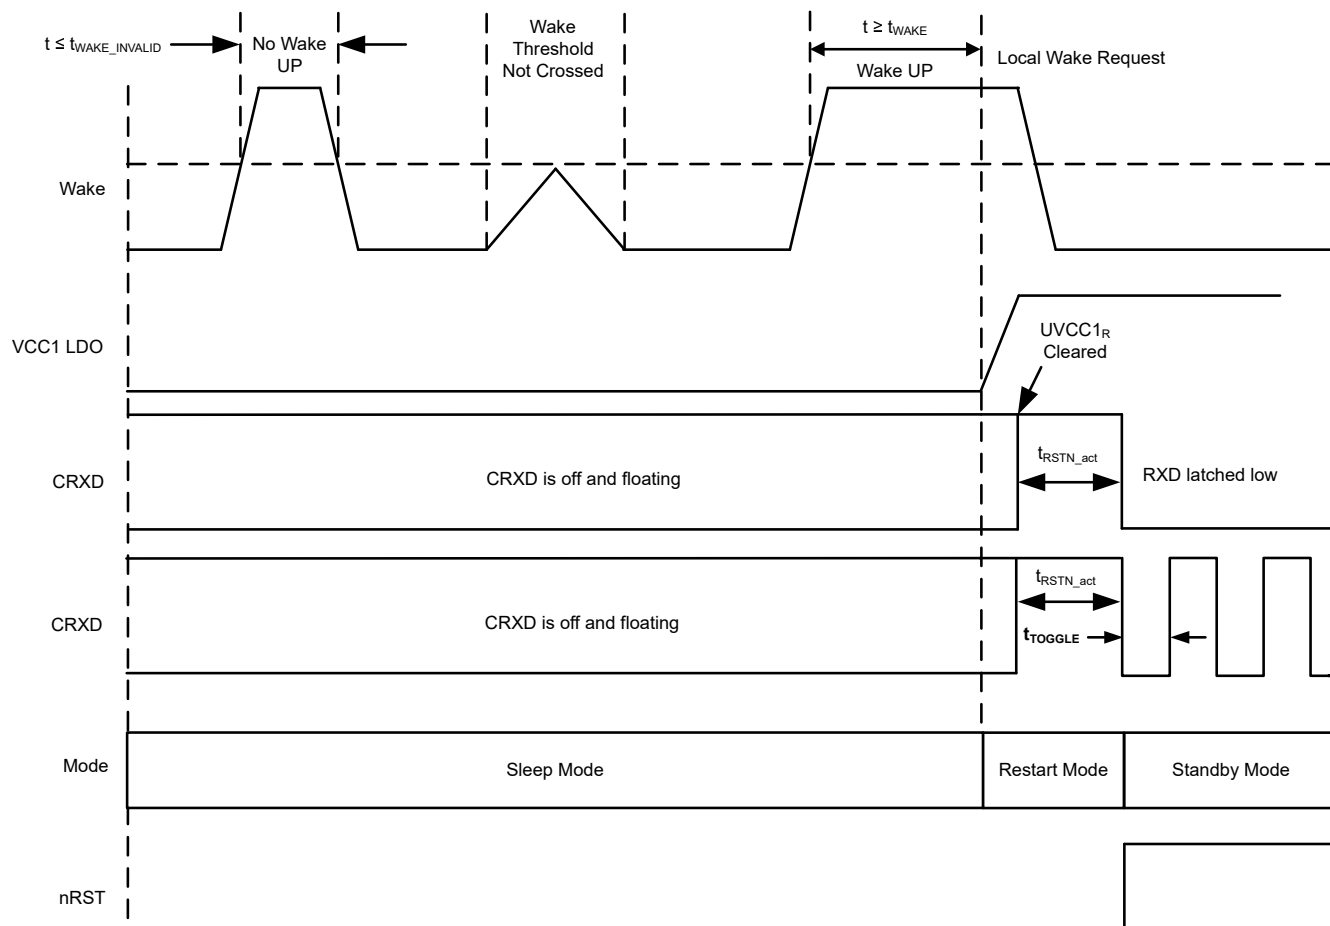
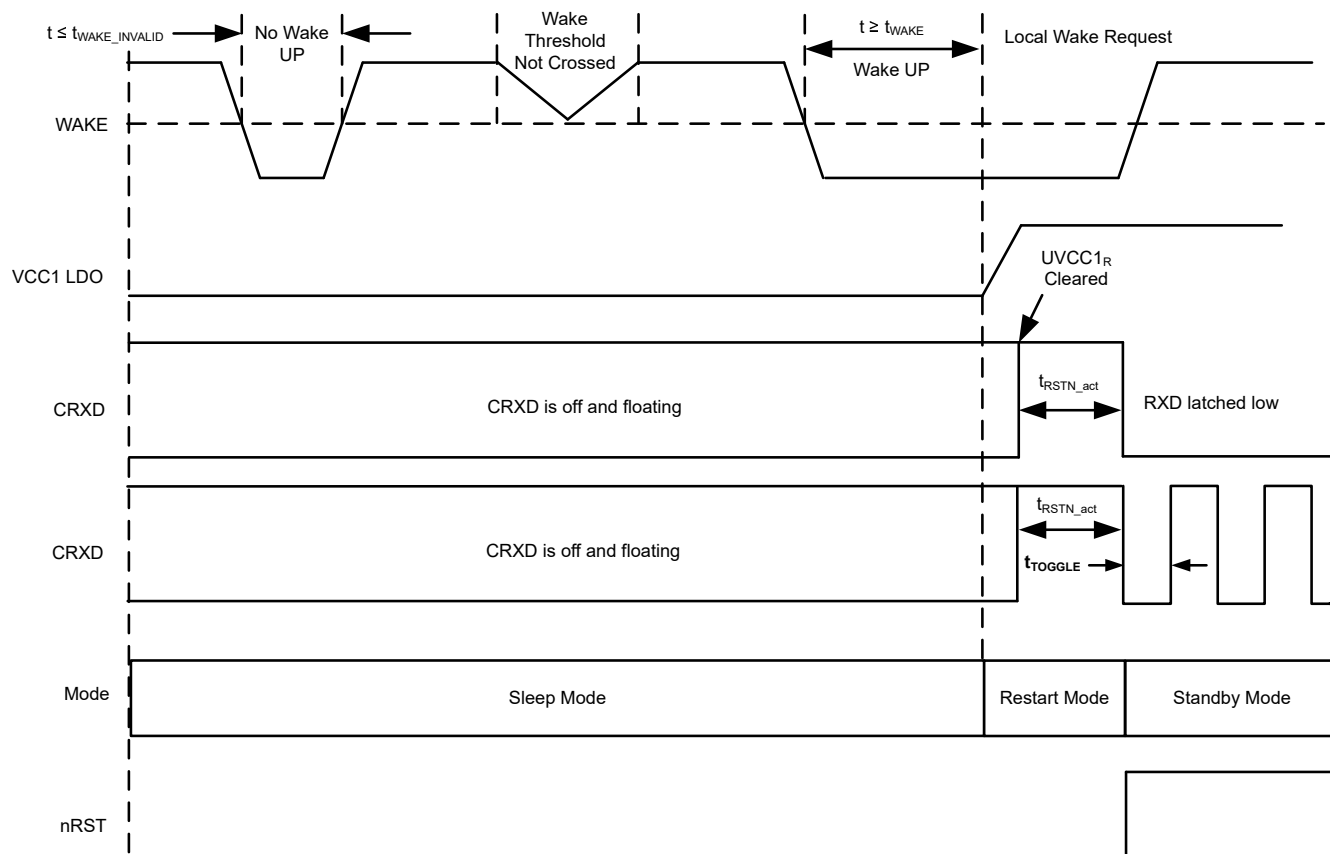

图 8-18. 本地唤醒 - 上升沿
图 8-19. 本地唤醒 - 下降沿
WAKEx 引脚默认为静态检测唤醒（WAKE_CONFIG2、WAKE_CONFIG4 和 WAKE_CONFIG5 寄存器中 WAKEx_SENSE 寄存器位的默认值）。WAKEx 引脚默认为双向输入，但可通过 WAKE_CONFIG 寄存器 8'h11[7:6] 配置为上升沿和下降沿转换，具体请参阅图 8-18 和图 8-19。WAKE 引脚是基于接地的唤醒输入，可与开关一起连接到接地或 V_{SUP} 。WAKEx 引脚输入阈值可以基于 V_{CC1} 电平，从而允许直接连接到处理器或通过开关连接到 V_{CC1} 电源压轨。如果不使用该端子，则将其接地，以避免不必要的寄生唤醒。在器件进入睡眠模式后，WAKEx 端子电压电平需要在 t_{WAKE} 时间内一直处于低电平或高电平状态，才能确定 WAKE 输入的状态转换。小于 $t_{WAKE_INVALID}$ 的脉冲宽度会被滤除。
- 图 8-18 和图 8-19 提供了上升沿或下降沿 WAKE 输入的示例。一旦 $VCC1 > UVCC1$ 并且进入待机模式，RXD 会被拉至低电平。